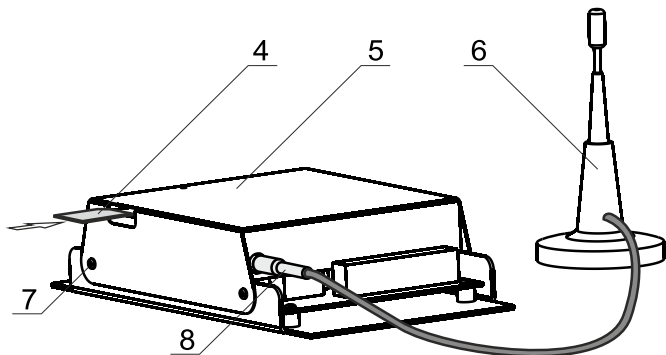

Рис.2 Подключение модуля GSM/GPRS к антенне
6.1 При включении электроводонагревателя модуль GSM/GPRS автоматически регистрируется в мобильный сети, и на передней панели блока управления начинает мигать точка на цифровом индикаторе (Рис.2, поз.17, см. паспорт электроводонагревателя Lux, МК). На крышке модуля (5) так же периодически мигает индикатор «СЕТЬ», что говорит о нормальной работе модуля (Zota Lux/МК). Для просмотра уровня сигнала (УР.0 – УР.5), выберете пункт меню «П23».
Для котлов Zota Smart SE, МК-S, Solid на передней панели блока индикации загорается символ работы модуля GSM/GPRS (Рис.2, поз.4, см. паспорт электроводонагревателя). Для просмотра уровня сигнала (0-5), выберете пункт меню «GSM - модуль».